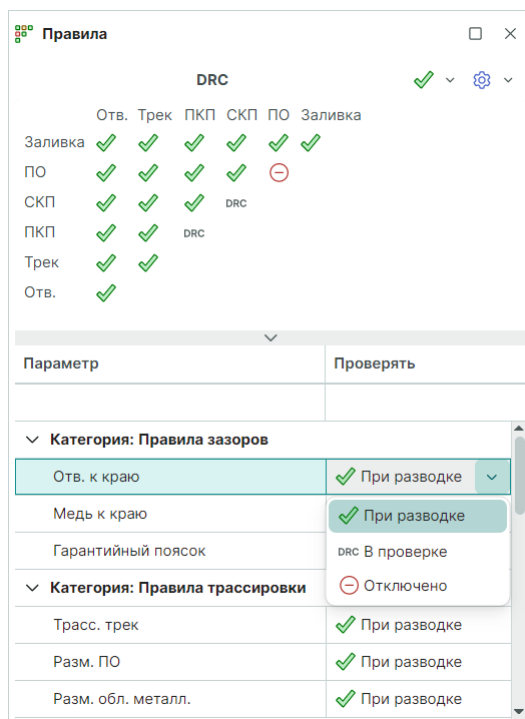

Рис. 504 Изменение типа проверки правила
2. В нижней области из выпадающего меню выберите требуемый режим контроля, см. Рис. 504.